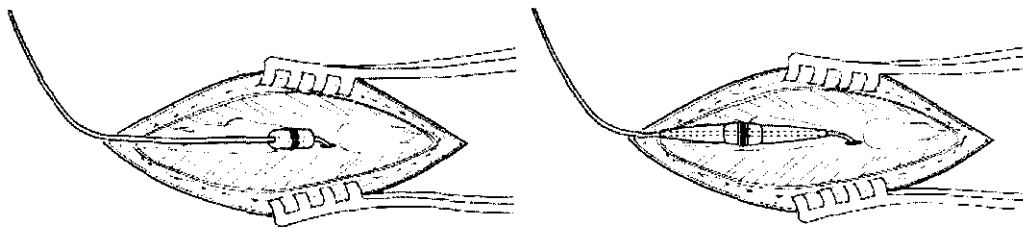

FIGURA 26
7. Suture el anclaje al ligamento interespinoso con una sutura no absorbible de 2/0 o equivalente (ver Figura 26). Debe crearse un método de protección contra tirones. Para ello enrolle la derivación sobrante proximal al anclaje en bucles de un tamaño no inferior a 2,5 cm de diámetro.